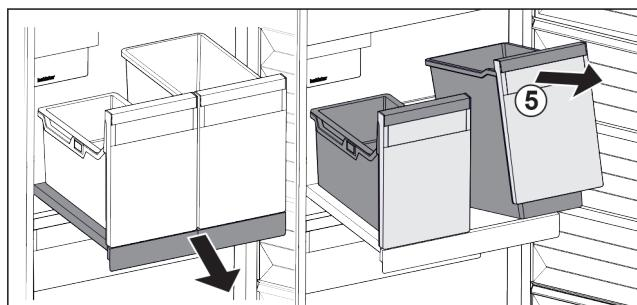

Fig. 99
- Підняти резервуар Fig. 99 (5) спереду.